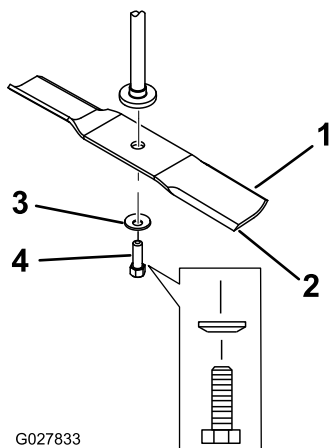

Figure 63
2. Enlevez de l'axe, le boulon, la rondelle courbe et la lame (Figure 63).
1. Placez la lame sur l'axe (Figure 63).
2. Posez la rondelle courbe (face concave vers la lame) et le boulon de lame (Figure 63).